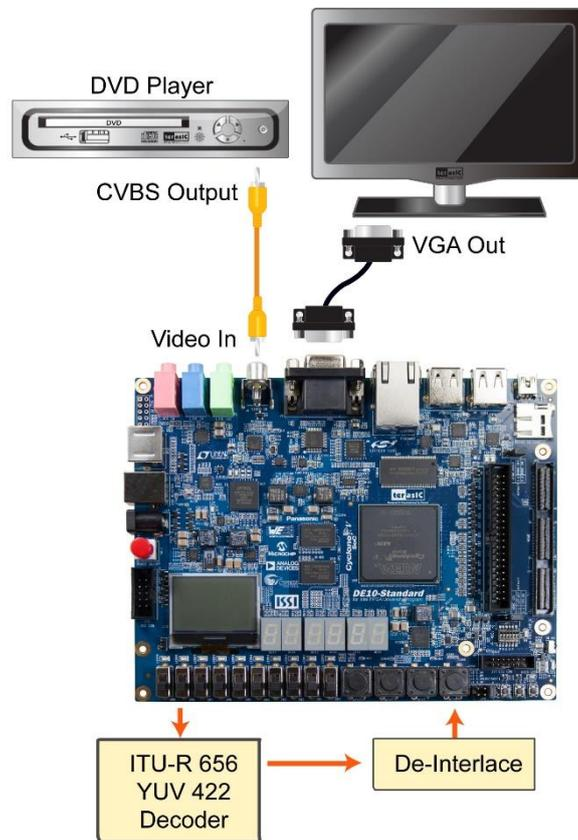

图 5-10 电视盒示例的运行设置
• 如图5-10所示，将DVD播放器的复合视频输出端（黄色插头）连接到DE10\_Standard开发板的Video-in RCA插孔(J6)。DVD播放器必须配置成NTSC格式输出、60Hz刷新率、4:3显示器宽高比和非逐行扫描格式视频。